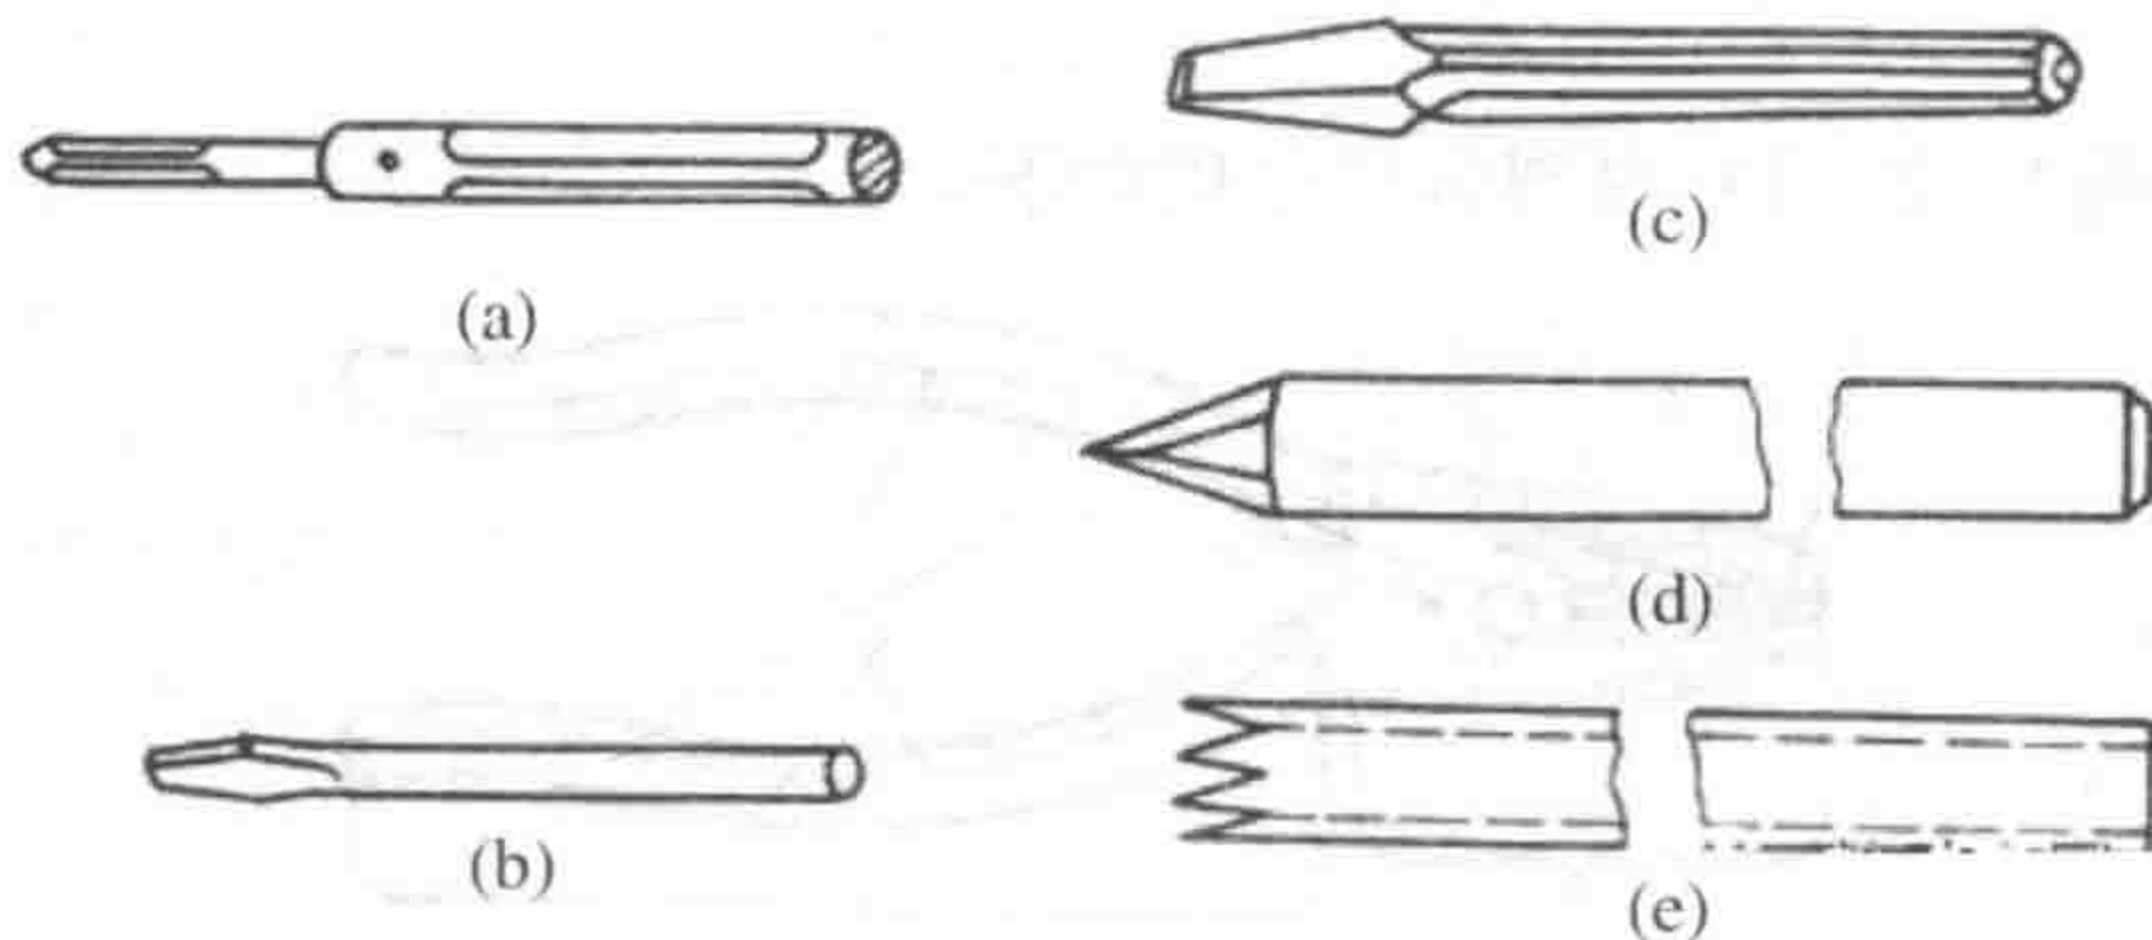

图 1-2-4 墙孔铍
- (1) 圆棒铍如图 1-2-4 (a) 所示，用来铍打混凝土结构的木棒孔。
- (2) 小扁铍如图 1-2-4 (b) 所示，用来铍打砖墙上的木棒孔。
- (3) 大扁铍如图 1-2-4 (c) 所示，用来铍打角钢支架和撑架等的埋设孔穴。
- (4) 长铍分为两种，圆钢长铍如图 1-2-4 (d) 所示，用来铍打混凝土墙上通孔；钢管长铍如图 1-2-4 (e) 所示，用来铍打砖墙上通孔。